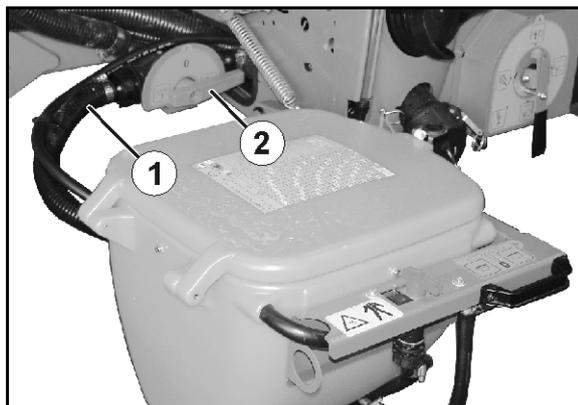

Рис. 158
10. Демонтируйте напорный шланг (Рис. 158/1) насоса, чтобы мог вытечь остаточный объем воды из напорного шланга и переключающего крана VARIO на стороне нагнетания **B**.